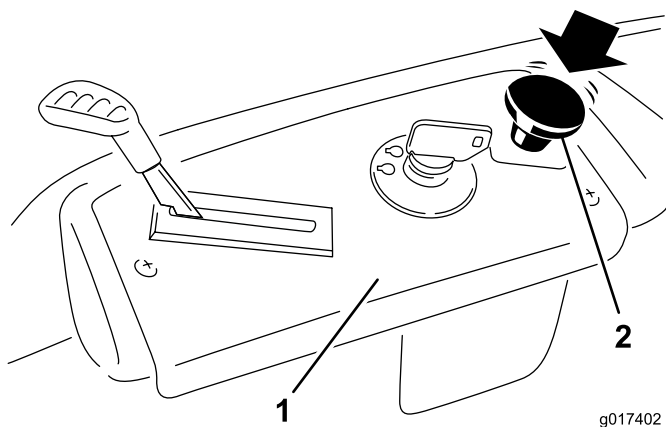

Figura 12
- Disinserite le lame spostando il comando delle lame in posizione Off (Figura 12).